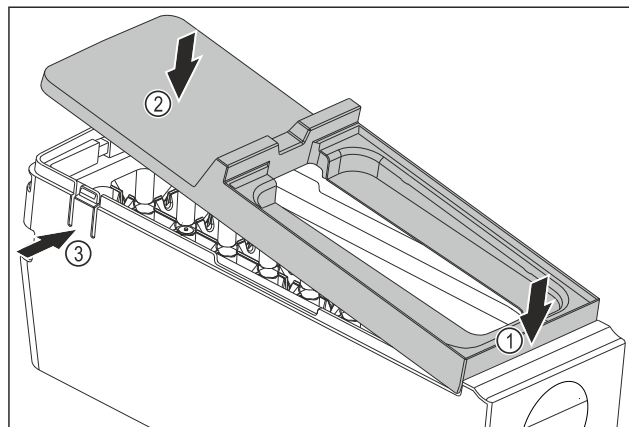

Fig. 133
- ▶ Montera skyddet på EasyTwist-Ice-enheten: Sätt in skyddet framtill. Fig. 133 (1)
- ▶ Sänk ned skyddet baktill. Fig. 133 (2)
- ▷ Skyddet hakar hörbart i båda skenorna Fig. 133 (3).